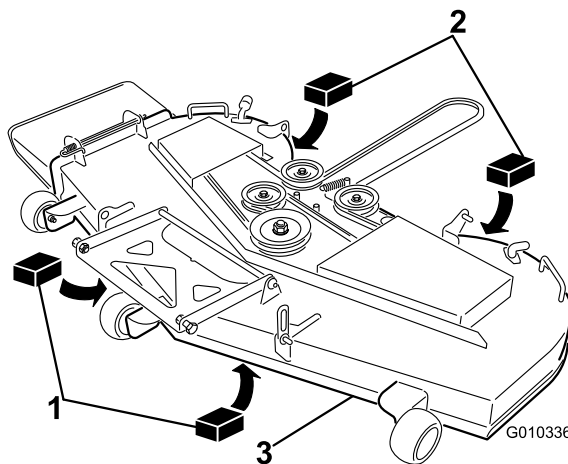

**Figura 65**
3. Girate con cautela le lame in modo che siano disposte longitudinalmente (Figura 65).
4. Misurate il valore dalla punta della lama anteriore e dalla punta della lama posteriore alla superficie piana (Figura 65). Se la punta anteriore della lama non è più bassa della punta posteriore della lama di 1,6 - 7,9 mm, passate alla procedura Livellamento del piatto di taglio del tosaerba.